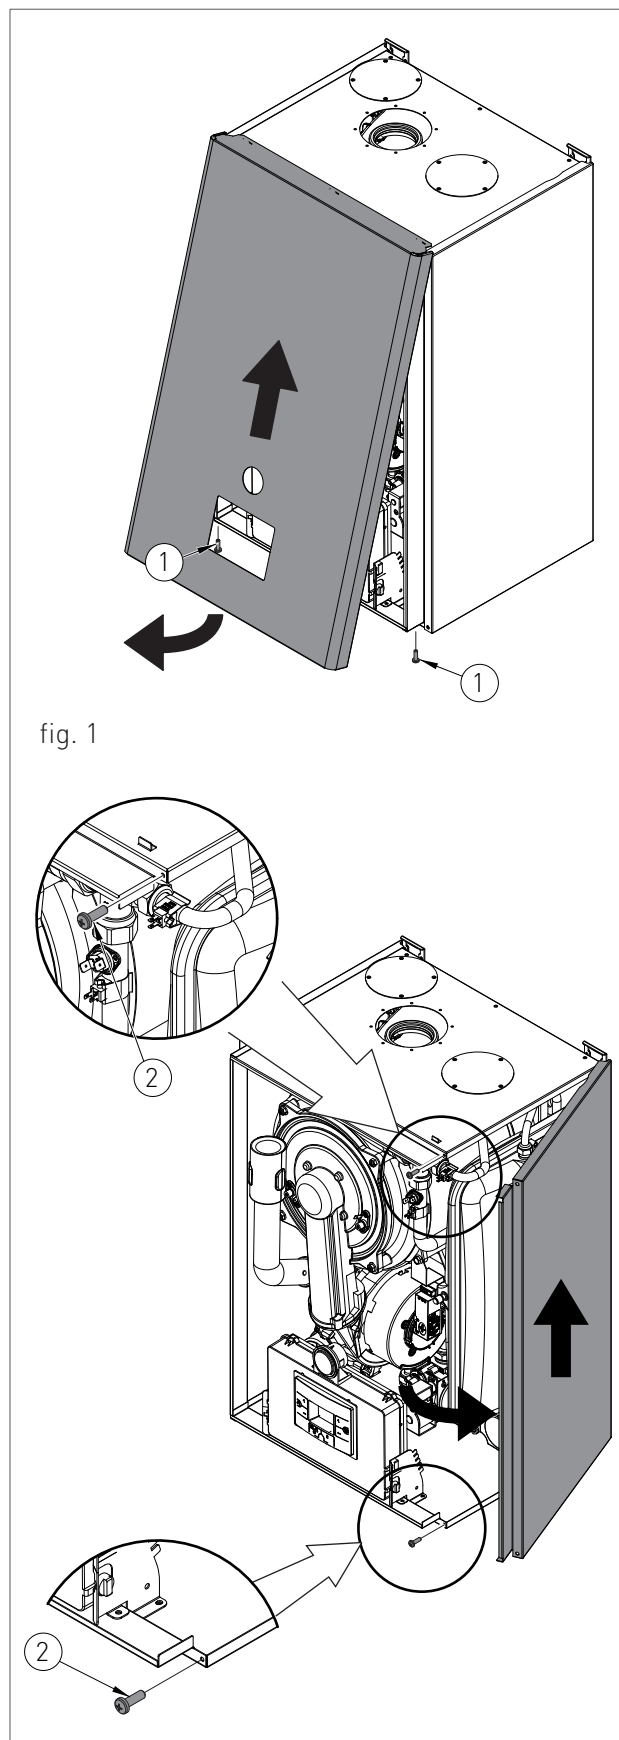

fig. 1
- › Îndepărtați șuruburile de fixare (1 - fig.1) așezate pe marginea inferioară a panoului frontal;
- › Apucați panoul frontal de jos și îndepărtați-l trăgându-l către sine și apoi în sus (vezi fig. 1).
- › Scoateți șuruburile de fixare (2 - fig.1) așezate pe marginea frontală a panoului lateral;
- › Apucați partea inferioară a panoului și îndepărtați-l mișcându-l în lateral și apoi trăgându-l în sus (vezi fig. 1).